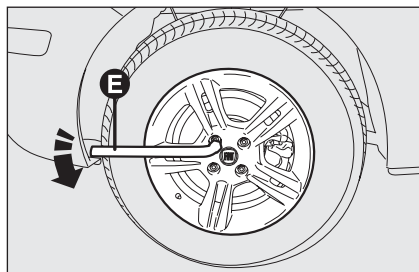

fig. 3
- allentare di circa un giro i bulloni di fissaggio, utilizzando la chiave in dotazione **E-fig. 3**; per vetture dotate di cerchi in lega, scuotere la vettura per facilitare il distacco del cerchio dal mozzo della ruota;